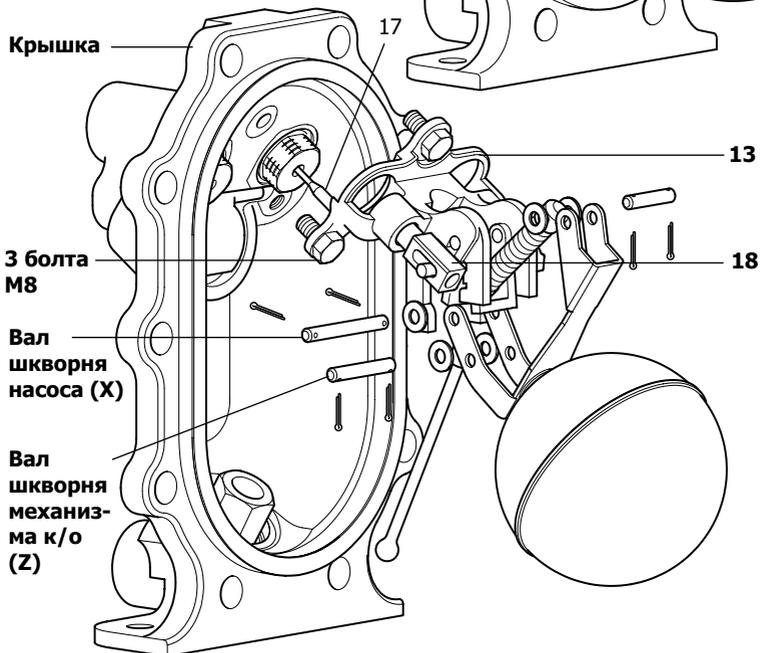

Рис. 21
4. Снимите шплинт и шайбу с вала механизма конденсатоотводчика (Z).
6. Снимите шплинт и шайбу с одной стороны вала (W).
7. Снимите шплинт и шайбу с вала механизма насоса (X).
10. Более удобно устанавливать валы в следующем порядке (см. рис. 21):